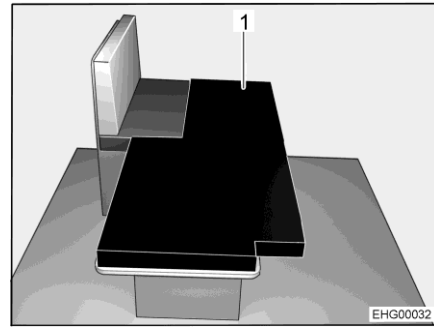

Fig. 45 Après la transformation
- Placer le coussin supplémentaire (Fig. 45,1) comme illustré sur la table abaissée.